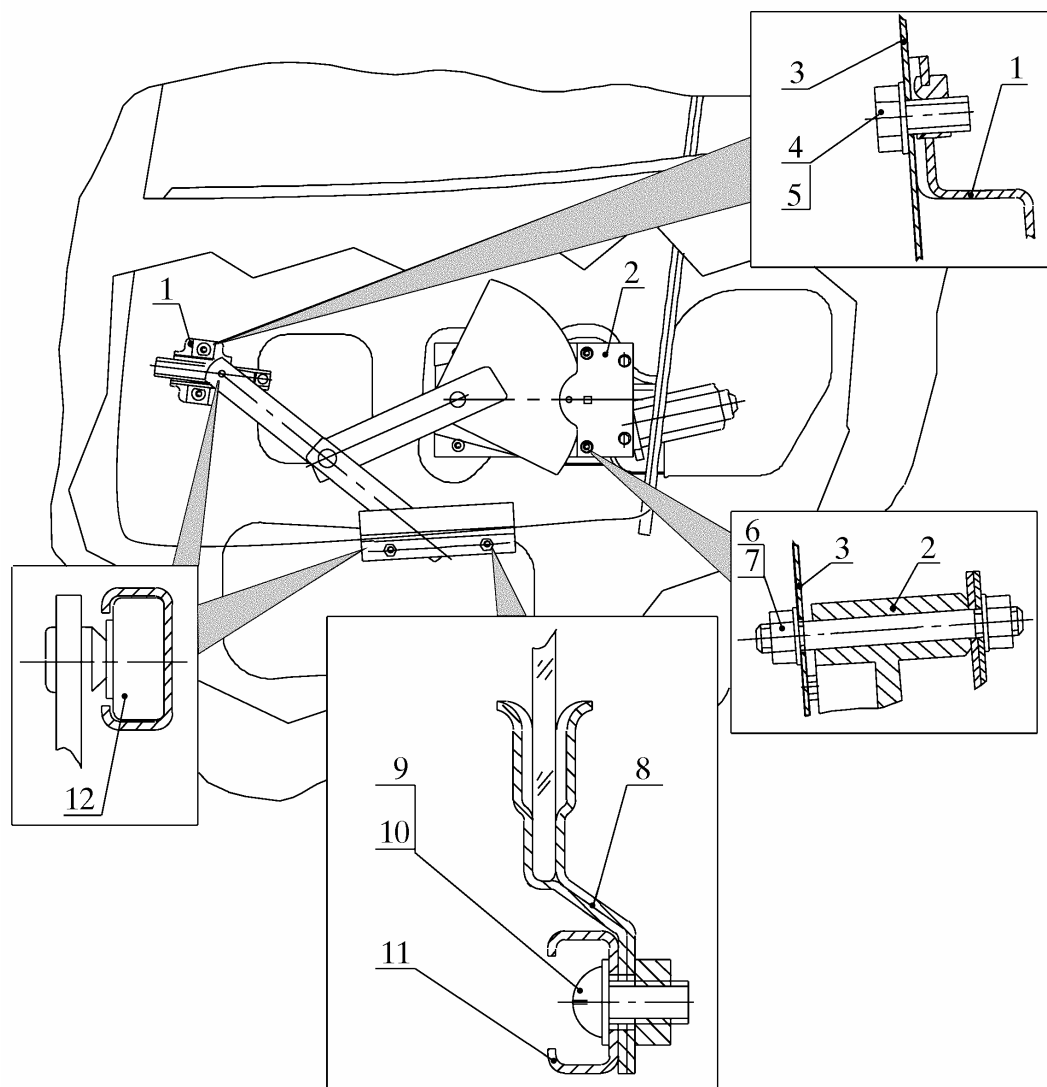

Рис. 5. Стеклоподъемник задней левой двери:
5.1. Снять стеклоподъемники (рис. 5) задних дверей по разделу 4 данной инструкции.